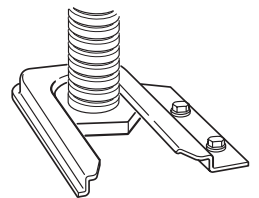

Figure 24
- 9 Déplacer la cuisinière vers l'ouverture. Enlever le matériel d'emballage du dessous de la cuisinière, le cas échéant. Mettre la cuisinière en sa position définitive en vous assurant que le pied de nivellement arrière glisse dans le support antibasculement. (Voir la figure 24.)